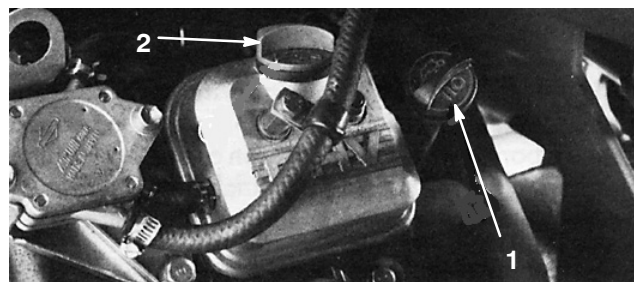

Bild 14
2. Nehmen Sie den Peilstab heraus und wischen Sie ihn mit einem sauberen Lappen ab. Stecken Sie den Peilstab in das Rohr und stellen Sie sicher, dass er vollständig eingeführt ist (Bild 14). Nehmen Sie den Peilstab heraus und prüfen Sie den Ölstand. Nehmen Sie bei einem niedrigen Ölstand den Fülldeckel von der Ventilabdeckung ab und gießen Sie genug Öl in die Öffnung, bis der Ölstand die Vollmarke am Peilstab erreicht.